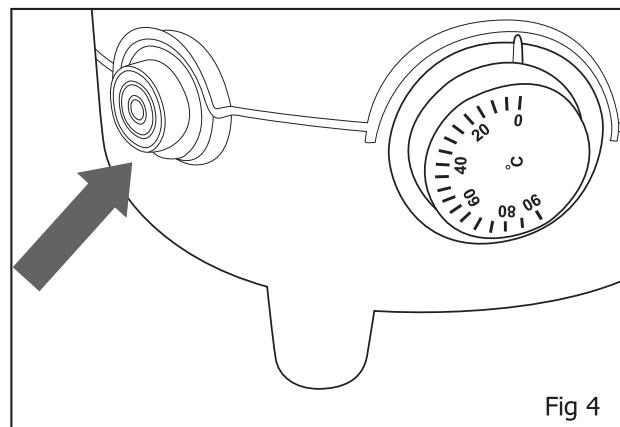

Fig 4
- Allumez l'appareil en appuyant sur l'interrupteur vert (Fig. 4). L'interrupteur s'illumine lorsque l'appareil est en marche (ON).